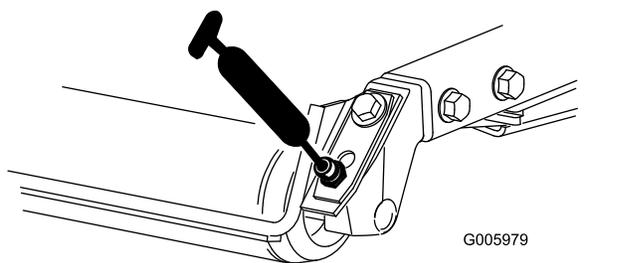

Figura 28
- Cuscinetti a rulli posteriori (2 per apparato di taglio) (Figura 28)